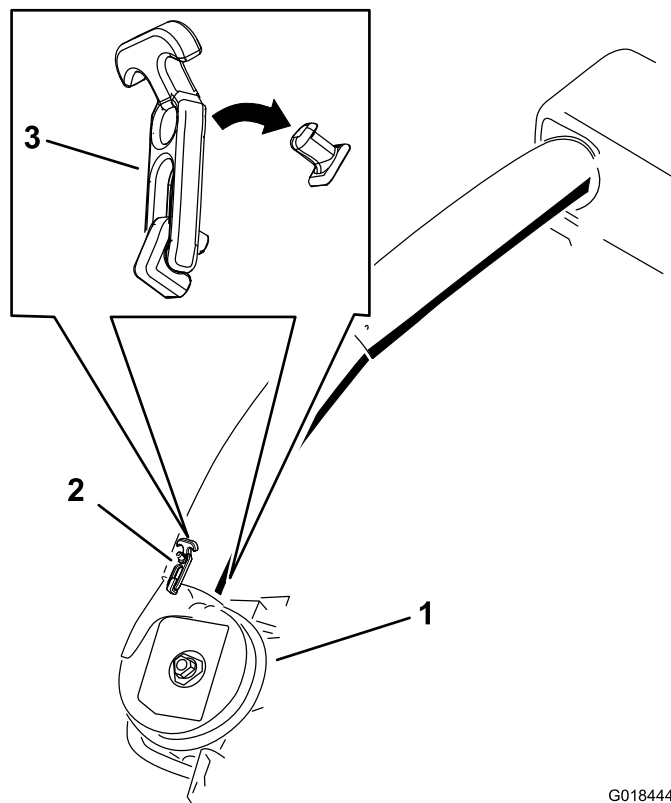

Figura 28
6. Utilizzate entrambi i dispositivi di chiusura per fissare il tubo inferiore sul gruppo soffiatore (Figura 28).
21. Utilizzate entrambi i dispositivi di chiusura per fissare il tubo inferiore sul gruppo soffiatore (Figura 28).